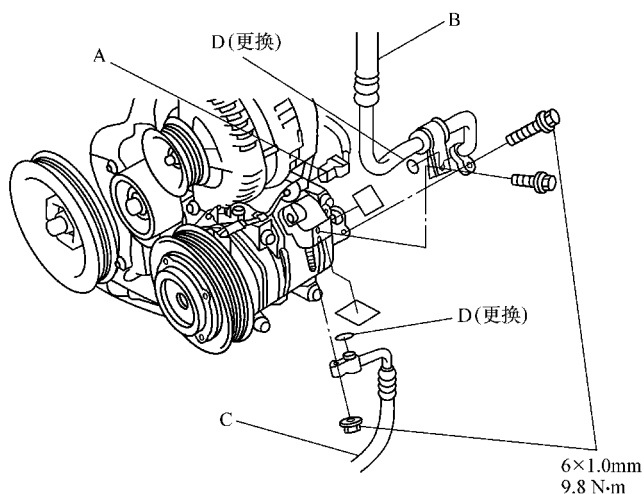

图 19-1 断开空调压缩机上的连接器和管路
5) 断开空调压缩机离合器连接器 A。拆下螺栓和螺母，然后将吸入软管 B 和输出软管 C 从空调压缩机上断开。拆下 O 形圈 D，断开吸入软管和输出软管后，应立即将它们塞住或盖上，以免湿气和灰尘污染物进入，如图 19-1 所示。